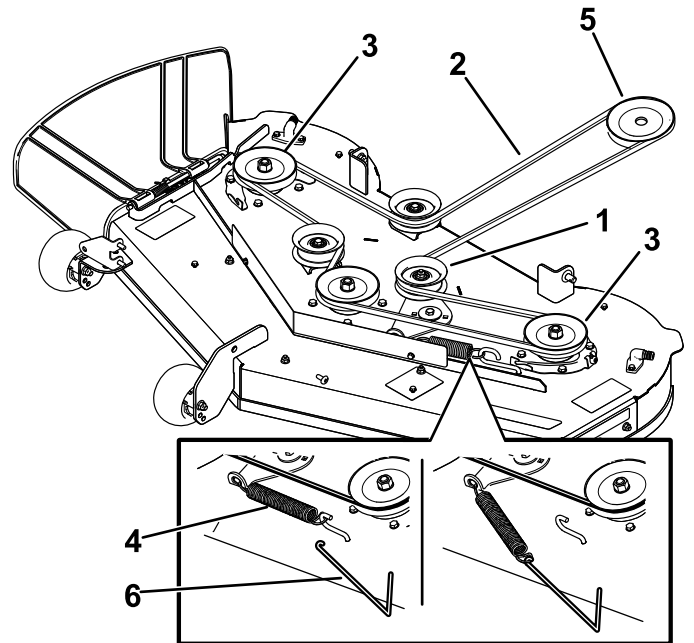

**Рисунок 54**
6. Используя съемник пружин (№ 92-5771 по каталогу Toro), снимите пружину натяжного шкива с крюка деки, чтобы снять натяжение с натяжного шкива, и снимите ремень со шкивов (Рисунок 54 или Рисунок 55).
- 7. Проложите новый ремень вокруг шкива двигателя и шкивов газонокосилки (Рисунок 54 или Рисунок 55).
- 8. Используя съемник пружин (№ 92-5771 по каталогу Toro), установите пружину натяжного шкива на крюк деки и создайте натяжение на натяжном шкиве и ремне газонокосилки (Рисунок 54 или Рисунок 55).